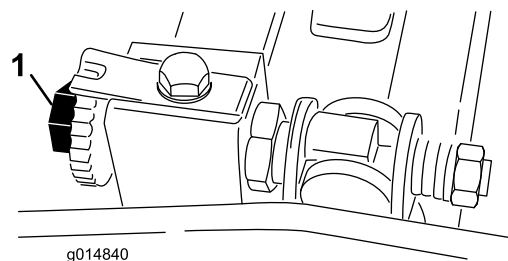

Figure 45
3. Tournez le cylindre pour que la lame croise le bord de la contre-lame entre la tête de la première et la deuxième vis de la contre-lame sur le côté droit du plateau de coupe (Figure 45).
6. Tournez la vis de réglage droite de la barre d'appui jusqu'à ce que vous sentiez une légère pression (un léger frottement) sur la cale lorsque vous la faites glisser d'un côté à l'autre (Figure 45).